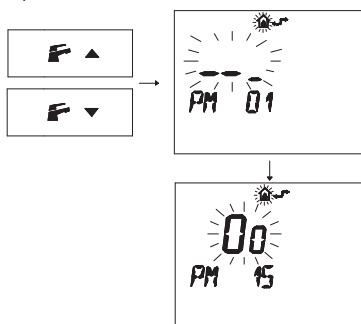

Figura 5.40
- Premere i pulsanti  o  per visualizzare la programmazione "PM15" abilitazione della sonda esterna (Figura 5.40)